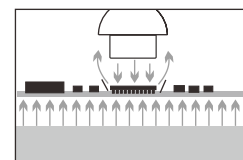

图1
- 元件加热 (或成顶部加热) 一般采用对流气喷嘴, 仔细控制顶部加热, 使元件均匀受热, 是极为重要的, 特别是对小质量元件尤为关键 (如图1)。